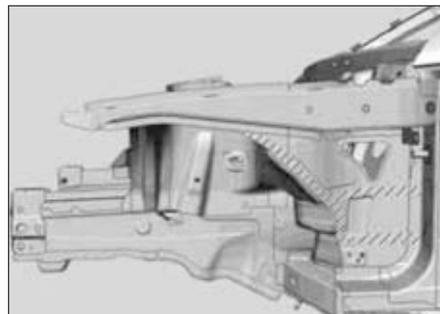

FIG. 21
- Appliquer de la colle à deux composants dans les zones hachurées (Fig.21).